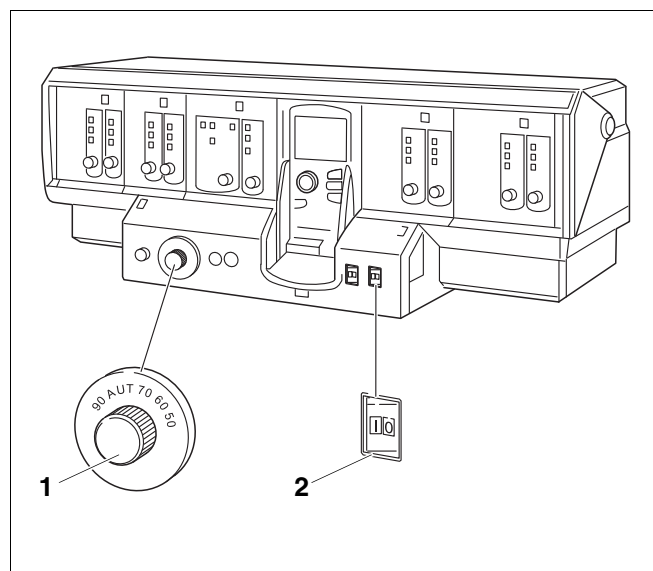

fig. 2 Aparelho de regulação (aqui, por ex.: Logamatic 4312)
Coloque a caldeira de aquecimento em funcionamento através do aparelho de regulação (no exemplo aqui, fig. 2: Logamatic 4312). Ao colocar o aparelho de regulação em funcionamento, o queimador liga-se automaticamente. O queimador pode ser ligado, em seguida, pelo aparelho de regulação. Para mais informações sobre este assunto, consulte as instruções de utilização do respectivo aparelho de regulação ou do queimador.
- Ajuste o regulador da temperatura da água da caldeira (fig. 2, [1]) para a posição "AUT".
- Ajuste o selector dos modos de funcionamento (fig. 2, [2]) para a posição "I" (LIG).
Coloque a sua caldeira de aquecimento fora de serviço através do aparelho de regulação (no exemplo aqui, aparelho de regulação 4212, fig. 2, página 9). Ao colocar o aparelho de regulação fora de serviço, o queimador é automaticamente desligado.
- Ajuste o selector dos modos de funcionamento (fig. 2, [2]) para a posição "0" (DESLIG).